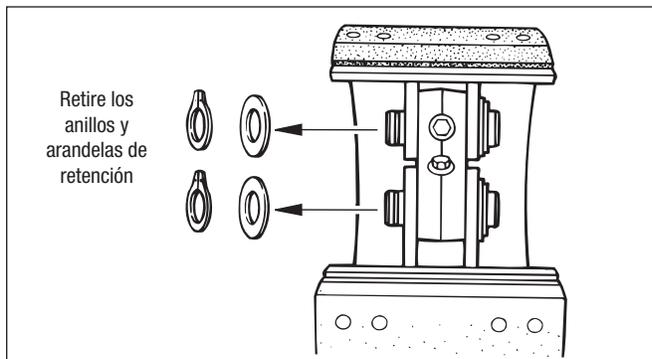

Figura 19 – Desmontaje de anillos y arandelas de retención.
1. Retire el anillo de retención y la arandela del lado del tambor de ambos pasadores de anclaje. Consulte la figura 19.